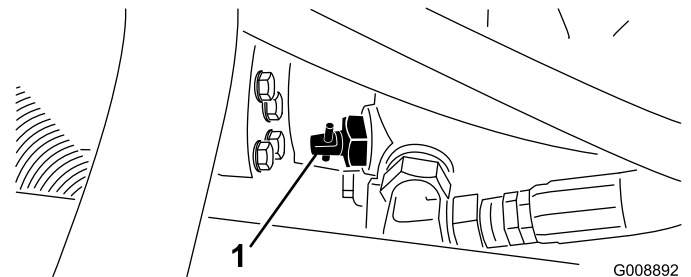

Figura 24
1. Localize a válvula de derivação na bomba (Figura 24) e rode-a 90°.